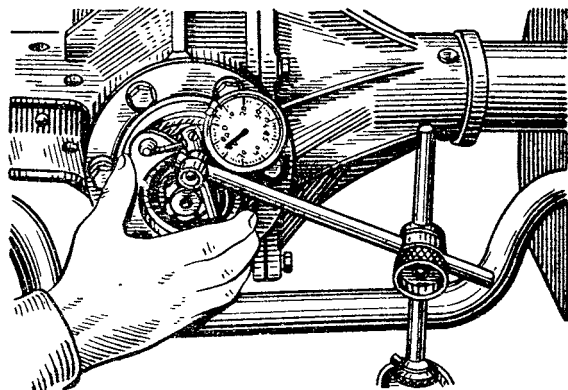

Рис. 33. Определение бокового зазора в зубьях ведущей и ведомой шестерен
29. Проверить и, если необходимо, отрегулировать боковой зазор между зубьями ведомой и ведущей шестерен главной передачи, как показано на рис. 33 (см. технические условия, п. л).